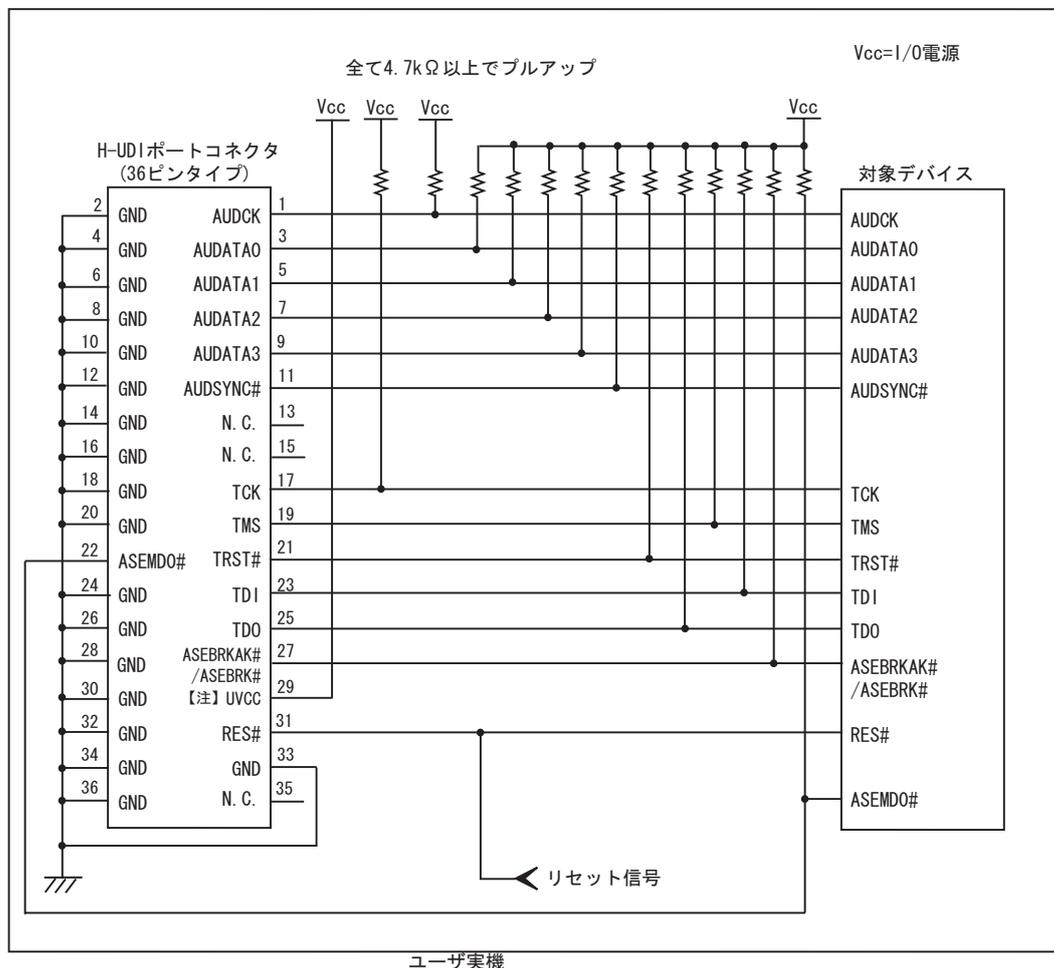

図 1.3 E10A-USB 使用時の H-UDI ポートコネクタ - チップ間の推奨接続例(36 ピンタイプ)
- 図1.3の回路を組んだ場合のE10A-USB エミュレータのスイッチ設定：SW2=1, SW3=1